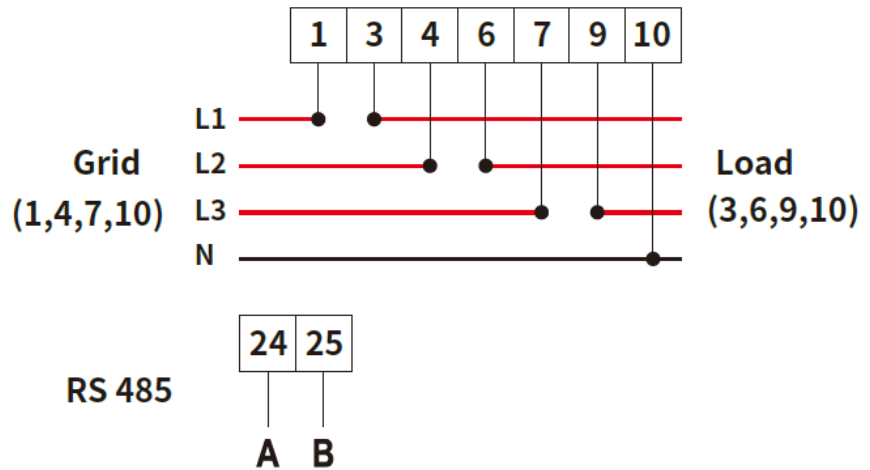

Рисунок 7.9. Счётчик CHNT.
Более подробную информацию о Eastron SDM630 MCT см. Рисунок 7.5, Рисунок 7.8. Также поддерживается счетчик CHINT DTSU666 5(80) А, который может напрямую измерять максимальный ток 80 А. Другие полезные модели серии DTSU666 представлены на Рисунок 7.9-Рисунок 7.16. Рекомендуем приобретать интеллектуальные счетчики у официальных дистрибьюторов Deye или непосредственно у Deye.